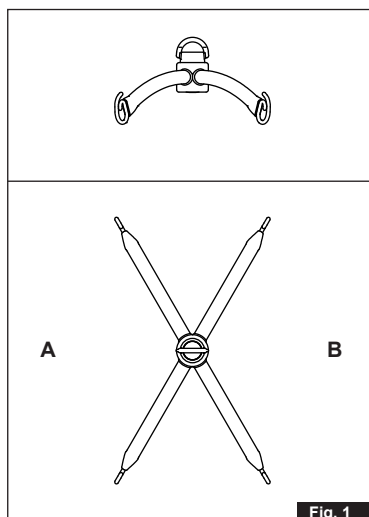

Fig. 1
Coloque las correas de piernas el arnés en los ganchos del brazo (A). Coloque las correas de elevación de la parte trasera del arnés en los ganchos de elevación (B) (fig. 1).
Place the lifting sling's leg straps on the lifting arm hooks (A). Place the lifting straps from the back of the sling on the lifting arm hooks (B) (fig. 1).
Plaats de beenlussen van de draagband om de haken van het juk (A). Plaats de tillussen van de achterkant van de draagband aan de haken van het juk (B) (afb. 1).
Helyezze az emelőheveder lábszíjait az emelőkar horgaira (A). Helyezze az emelőszíjakat a heveder hátsó részéről az emelőkar horgaira (B) (fig. 1).